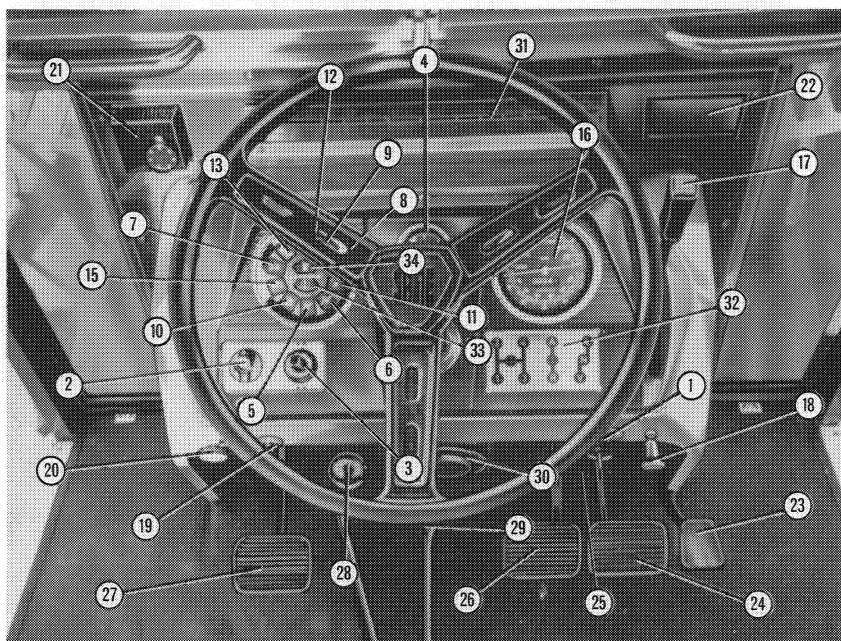

Fig. 3
- le tirant d'arrêt du moteur soit poussé à fond (18 fig. 3);
1. Tirer complètement le levier de l'accélérateur à main (17 fig. 3).
4. Introduire la clé dans l'interrupteur général de démarrage (1 fig. 3) et la placer sur le 2. Après le démarrage (quelques secondes suffisent), lâcher la clé qui retournera automatiquement sur la position 1.
- Tourner et maintenir la clé de l'interrupteur général sur la position 2 jusqu'à allumage de la lampe témoin correspondante sur le tableau de bord (15 fig. 3); lâcher ensuite la clé qui retourne automatiquement sur la position 1.
N.B. - Deux lampes témoins (5 et 6 fig. 3) sur le tableau de bord contrôlent le fonctionnement correct de l'alternateur et du circuit de lubrification du moteur, et doivent rester éteintes même lorsque le moteur est au ralenti.
3. Agir sur le tirant d'arrêt du moteur (18 fig. 3) jusqu'à l'arrêt total.
- 1 - Circuit électrique actif; les témoins de fonctionnement de l'alternateur (5 fig. 3) et de pression insuffisante d'huile moteur sont allumés (6 fig. 3).
- 1 - Feux de position et témoin correspondant (7 fig. 3), plaque d'immatriculation, tableau de bord, prise de courant pour remorque (1 fig. 12) et feux arrière.
- 3 - Phares et témoin correspondant (8 fig. 3).